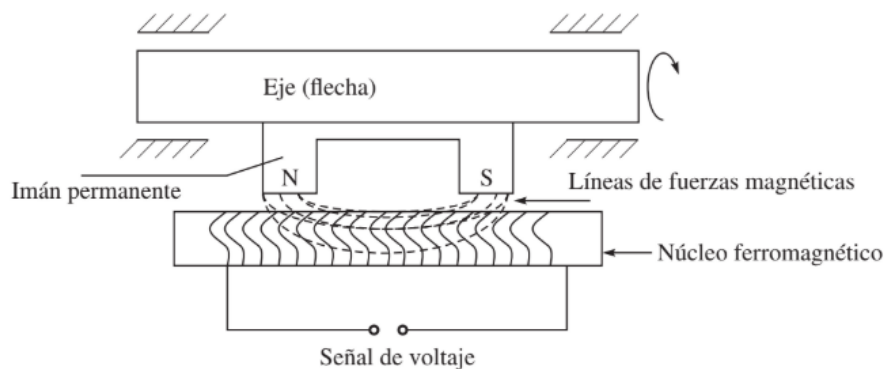

Figura 6: Diagrama Tacómetro
- **Tacómetro:** Estos sensores pueden encontrar directamente la velocidad en cualquier momento y sin mucha carga computacional. Éstos miden la velocidad de rotación de un elemento. Hay varios tipos de tacómetros en uso, pero un diseño sencillo se basa en la regla de Fleming, que declara que “el voltaje producido es proporcional al índice del acoplamiento inductivo”. Aquí un conductor (básicamente una bobina) se sujeta al elemento rotativo que gira en un campo magnético (estator). Conforme incrementa la velocidad del eje, el voltaje producido en las terminales de las bobinas también aumenta. De otra manera, como se muestra en la figura 6, puede colocarse un imán sobre el eje rotativo y una bobina sobre el estator. El voltaje producido es proporcional a la velocidad de rotación del eje. Esta información se digitaliza mediante un convertidor analógico-digital y se introduce en la computadora.